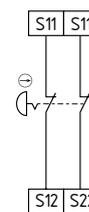

Fig. 6
**Circuit d'arrêt d'urgence à 2 canaux avec organes de commande selon ISO 13850 et EN 60947-5-5 (Fig. 6)**